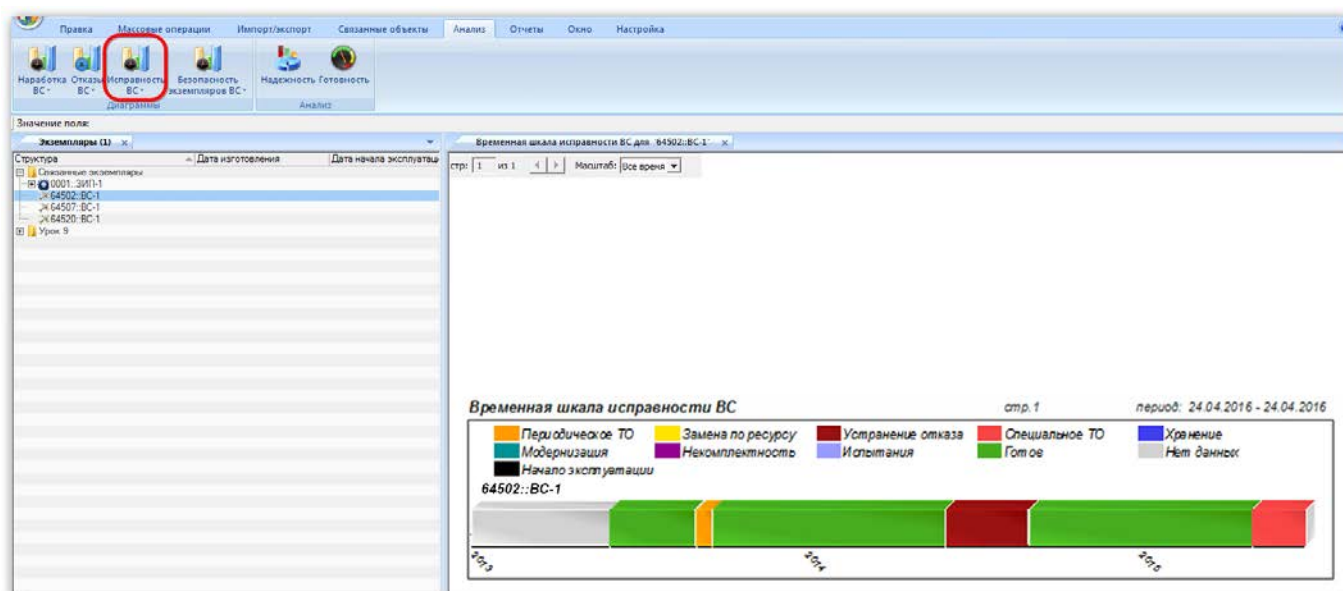

Рис. 13-382 – Построение временной шкалы исправности
- 4) В отдельном рабочем окне отображается временная шкала исправности (рис. 13-382). Краткое описание инструментов панели «Файл» для диаграмм приведено в пункте 5.4.7 «Панель «Диаграммы»», стр. 62.